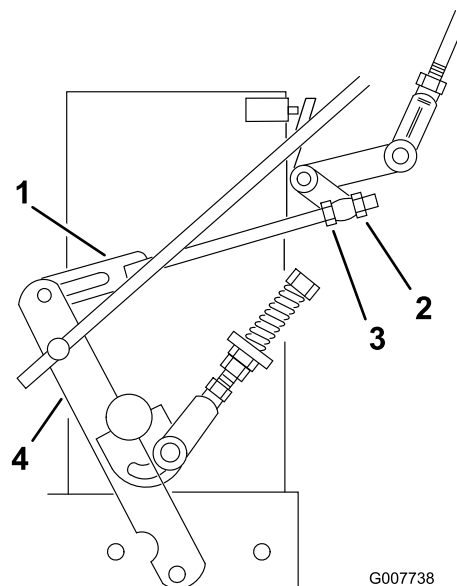

Figura 35
8. Afloje la tuerca de ajuste delantera del acoplamiento izquierdo del control hidráulico, según se muestra en Figura 35.
9. Gire la tuerca de ajuste izquierda trasera en el sentido contrario a las agujas del reloj hasta que la rueda gire hacia adelante (Figura 35).
10. Gire la tuerca de ajuste trasera en el sentido de las agujas del reloj, 1/4 de vuelta a la vez. Luego mueva la palanca de control de la velocidad hacia adelante y hacia atrás a punto muerto. Repita esto hasta que la rueda izquierda deje de girar hacia adelante (Figura 35).